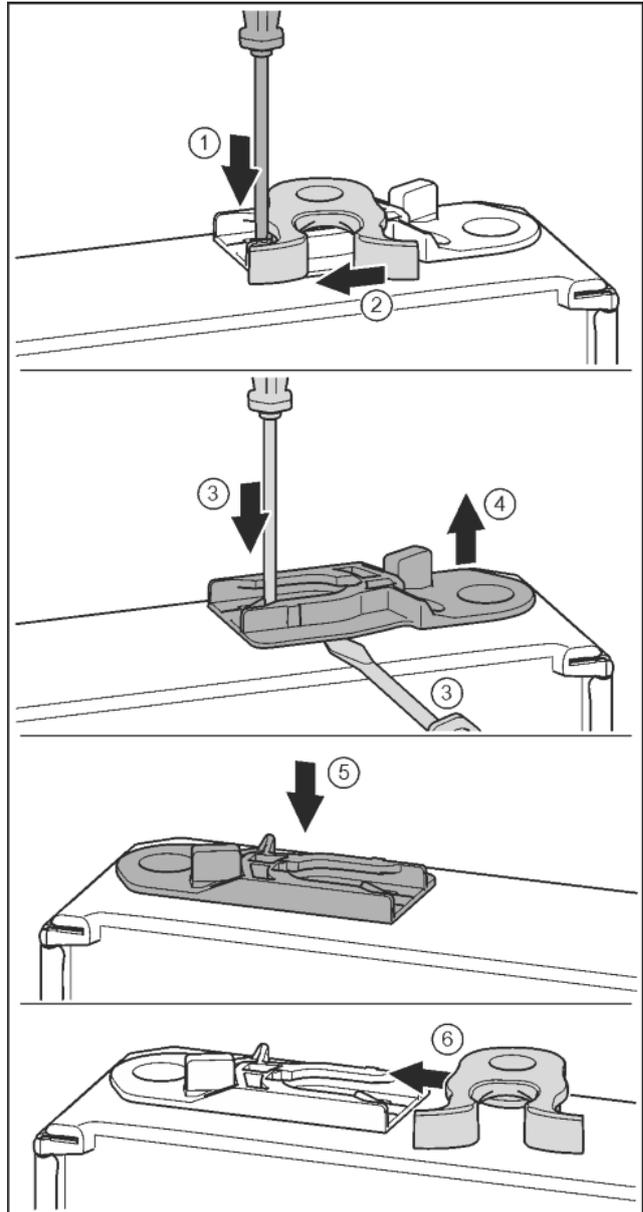

Fig. 19
- ▶ Con un cacciavite spingere la linguetta verso il basso. Fig. 19 (1)
- ▶ Estrarre il gancio di chiusura dalla guida. Fig. 19 (2)
- ▶ Estrarre la bussola di guida: con un cacciavite spingere la linguetta e contemporaneamente con un cacciavite spostarla sotto la bussola di guida. Fig. 19 (3, 4)
- ▶ Inserire sull'altro lato dell'apparecchio la bussola di guida fornita in dotazione. Fig. 19 (5)
- ▶ Spingere il gancio di chiusura nella guida. Fig. 19 (6)